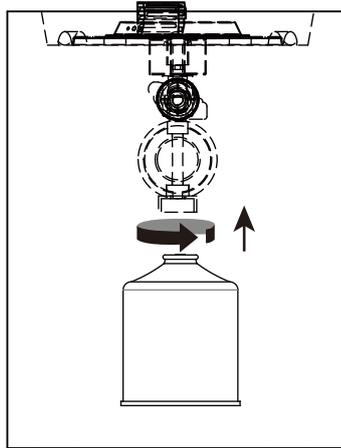

Abbildung 2
5. Drehen Sie die Gasflasche im Uhrzeigersinn, so dass sie zusammenpasst - ziehen Sie sie mit den Händen fest. Achten Sie beim Einschrauben der Gasflasche darauf, dass Sie das Gewinde nicht überdrehen (Abb. 2).